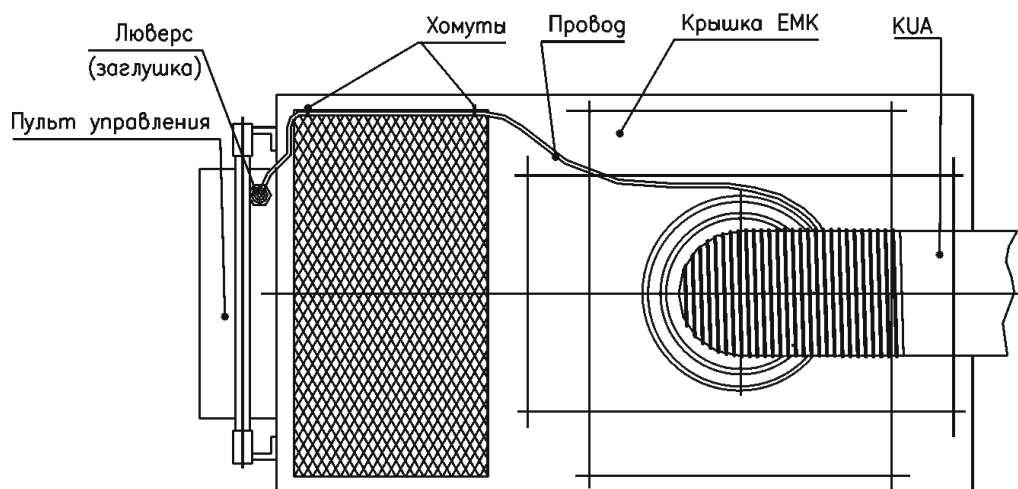

Рисунок 8.8.
- 8.5. Инструкция по монтажу подсветки (см. рис. 8.8).